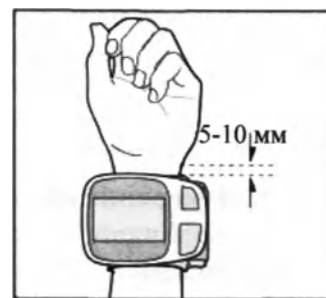

Рис. 10
2. Поместите прибор по центру вашего запястья (рис.10). Край манжеты должен находиться на расстоянии 5-10 мм от края ладони.